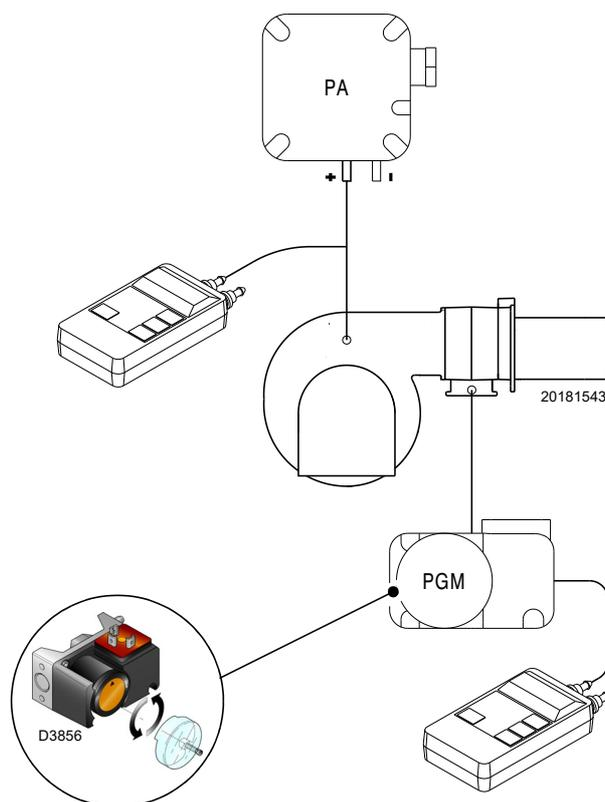

Fig. 33
- Régler le pressostat gaz maximum (Fig. 33 à la page 37) en fin d'échelle.
Effectuer le réglage du pressostat gaz seuil maximum (Fig. 33) après avoir effectué tous les autres réglages du brûleur avec le pressostat gaz seuil maximum réglé en fin d'échelle.